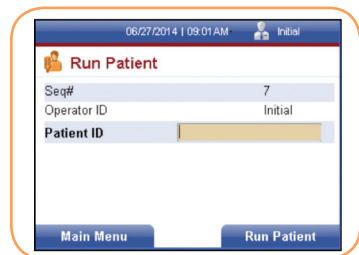

FIGURA 45
3. Si desea realizar otro análisis, use la tecla [↓] para desplazarse al elemento de menú Paciente siguiente. Pulse la tecla programable derecha para seleccionarlo. Se mostrará la pantalla Procesar paciente, preparada para que el usuario escriba el próximo ID de paciente (Figura 45).